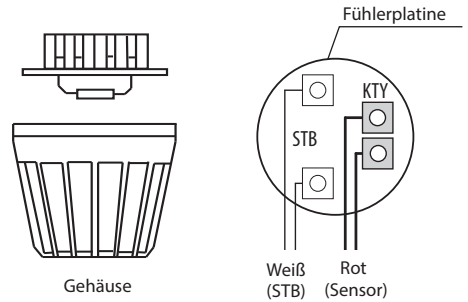

Abb. 10
3. Föhren Sie die Föhlerkabel durch das gebohrte Loch und schließen Sie die Föhlerleitung gemäß Abb. 10 an.
4. Die Leitungen für den Begrenzer (weiß) und den Temperaturföhler (rot) gemäß Abb. 10 an der Föhlerplatine anklebmen: Die Föhlerplatine anschließend in das Gehäuse einrasten.